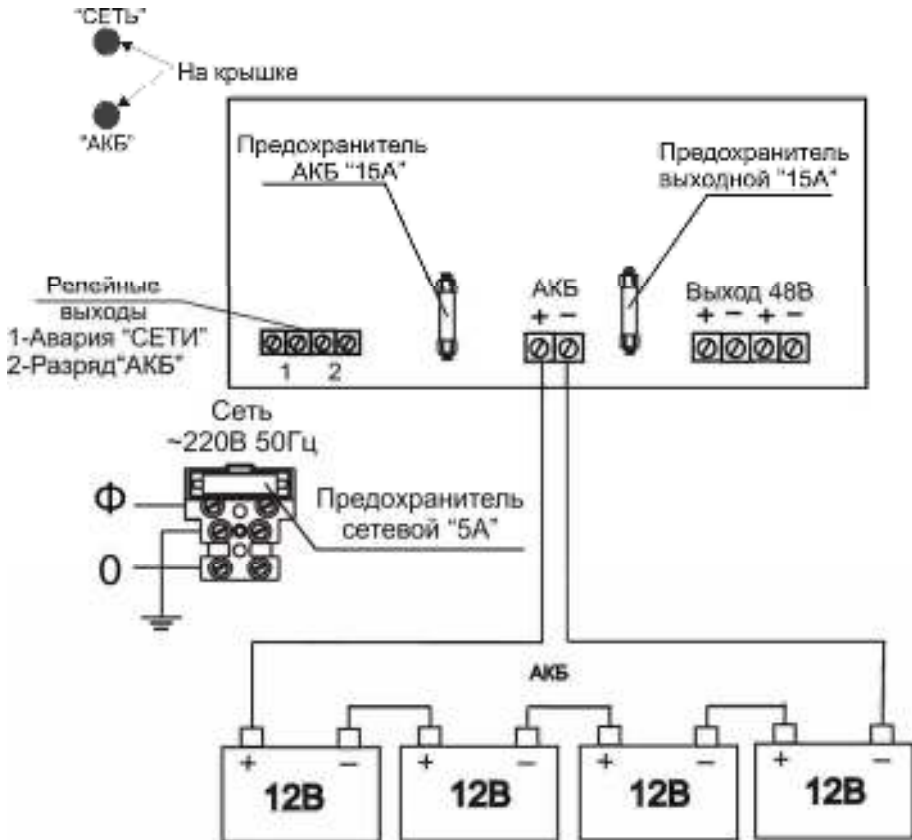

РИСУНОК 1
Нагрузка и внешние устройства подключаются к клеммам «ВЫХОД 48В». Подключение нагрузки следует производить в соответствии с полярностью (см. приложение Рисунок 1).
Держатель сетевого предохранителя совмещен с сетевой колодкой (см. приложение Рисунок 1).
ВНИМАНИЕ! ИЗЪЯТИЕ ПРЕДОХРАНИТЕЛЯ НЕМЕДЛЕННО ПРИВЕДЕТ К АВТОМАТИЧЕСКОМУ ПЕРЕХОДУ В РЕЗЕРВНЫЙ РЕЖИМ, Т.Е. К ПИТАНИЮ НАГРУЗКИ ОТ АКБ! ДЛЯ ПОЛНОГО ОТКЛЮЧЕНИЯ ИСТОЧНИКА СЛЕДУЕТ ОТСОЕДИНИТЬ КЛЕММУ «+АКБ» (СМ. ПРИЛОЖЕНИЕ РИСУНОК 1) ОТ САМОЙ АКБ, А ЗАТЕМ ОТКЛЮЧИТЬ НАПРЯЖЕНИЕ СЕТИ.
ЗАПРЕЩАЕТСЯ СТАВИТЬ В КОЛОДКИ ПРЕДОХРАНИТЕЛЕЙ ПЕРЕМЫЧКИ И ПЛАВКИЕ ВСТАВКИ НОМИНАЛОВ, НЕ СООТВЕТСТВУЮЩИМ УКАЗАННЫМ В НАСТОЯЩЕМ РУКОВОДСТВЕ! (СМ. ПРИЛОЖЕНИЕ РИСУНОК 1 И ТАБЛИЦУ 3).
Подключение источника производится при отключенном сетевом напряжении и открытой крышке (см. приложение Рисунок 1) в следующей последовательности:
- Соединить аккумуляторы в АКБ при помощи перемычек, входящих в комплект поставки (см. приложение Рисунок 1), при необходимости использования аккумуляторного отсека (не входит в комплект поставки) соединить АКБ согласно схеме в приложении см. Рисунок 4;
- Проверить правильность произведенного монтажа в соответствии со схемой подключения (см. приложение Рисунок 1,2,3).